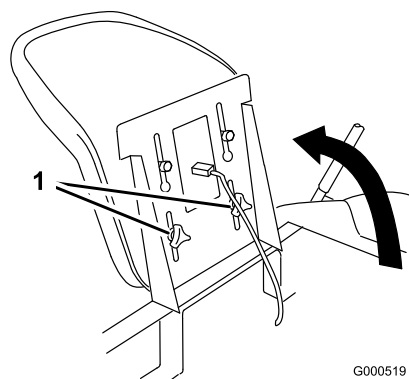

Figura 20
1. Suba el asiento y afloje los pomos de ajuste lo suficiente para poder desplazar el asiento (Figura 20).